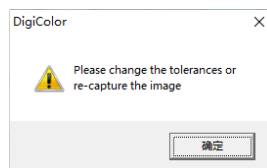

图 5-10 定位失败的处理
- 5、请确保所有的白色正方形被定位在颜色方块中。如果白色正方形定位不准确，请点击“否”，则将出现如图 5-10 提示：可重新设置定位参数或调整色卡位置并重新拍摄色卡图像